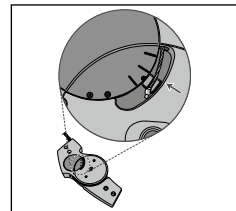

Fig. 10
16. Skjut satellitens strömbrytare till det automatiska läget (**läge 1**) (se fig. 1) och kontrollera i ledens funktionsenhet om toppen av hävstångsarmen har rört sig och nu är parallell med mittmarkeringen (se fig. 10).